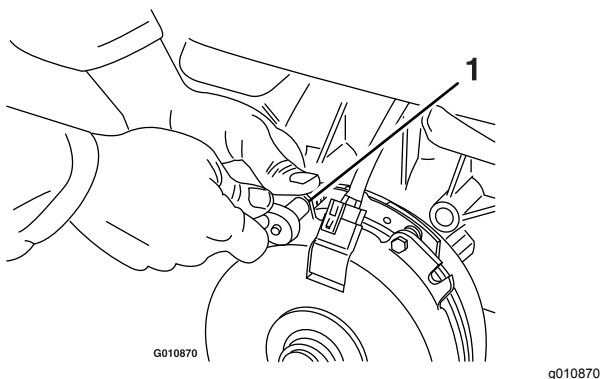

Figura 64
- A. Desaperte ambos os parafusos de montagem do travão meia para uma volta, como se mostra na Figura 64.